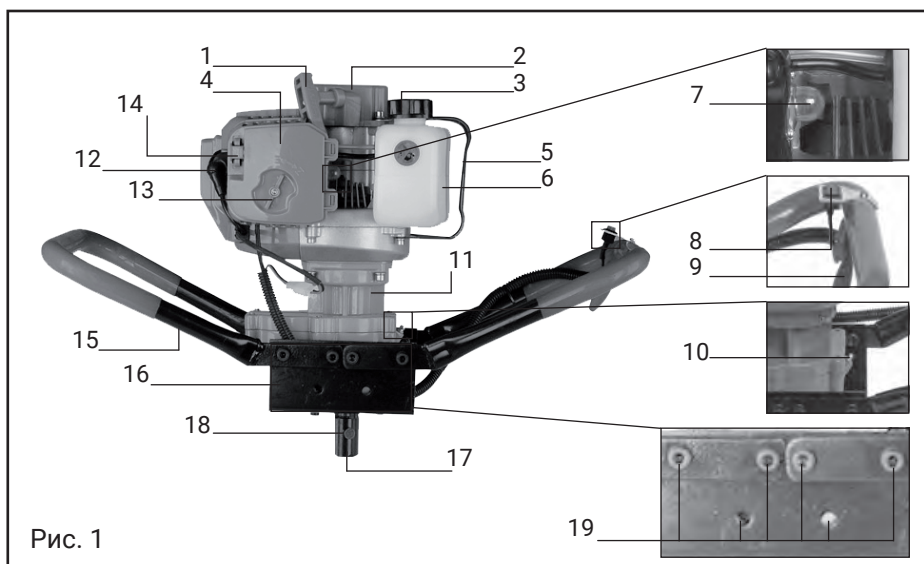
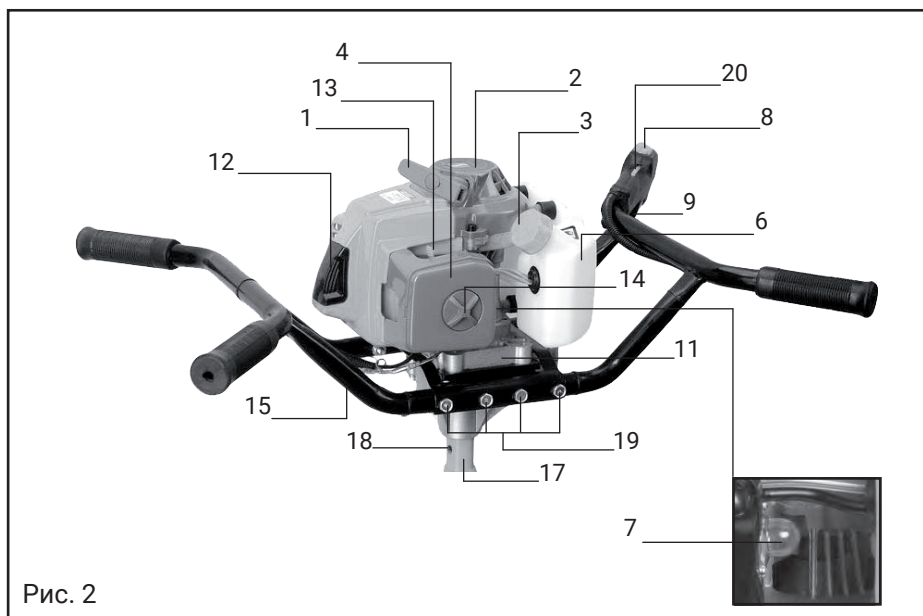
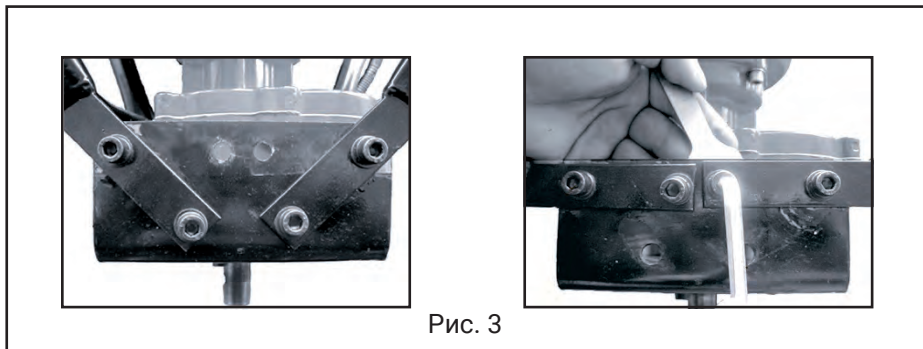
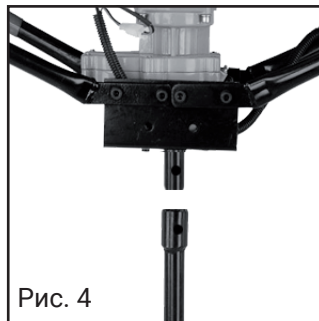

Рис. 1
Рис. 2
Рис. 3
Рис. 4
4.1 Основные функции и внешний вид моделей мотобуров представлены на рис. 1(EA-20/52), рис. 2(EA-20/63).
4.2 Мотобур снабжен 2-х тактным одноцилиндровым двигателем внутреннего сгорания, на котором расположены ручной возвратный стартер(поз. 2), карбюратор, воздушная заслонка с фильтром, бензобак(поз. 6), а также в нижней части закреплен металлический шестереночный редуктор(поз. 11) понижающий частоту вращения, что приводит к увеличению крутящего момента приводного вала(поз. 17) на выходе. К нижней части редуктора крепится основание(поз. 16) с монтажными отверстиями(поз. 19) для закрепления рукояток. Рабочая шнек-насадка или удлинитель крепится к приводному валу(поз. 17) и фиксируется стопорным пальцем и шплинтом (рис. 4).
6.2 Установите рукоятки как показано на рисунке(рис. 3) и зафиксируйте их к основанию(рис. 1 поз. 16) с помощью монтажных болтов идущих в комплекте с мотобуром. Рукоятки возможно установить в двух положениях горизонтально и под углом(модель: **EA-20/52**), для этого совместите монтажные отверстия на рукоятках с монтажными отверстиями(рис. 1, 2 поз. 19) на основании(рис. 1 поз. 16), установите болты в отверстия и зафиксируйте их с помощью монтажных гаек.
6.3 Установите необходимую шнек-насадку на приводной вал(рис. 1, 2 поз. 17) совместив монтажные отверстия (рис. 4) и зафиксируйте это положение стопорным пальцем со шплинтом;
7.1.2 Нажмите 5-7 раз на праймер(рис. 1, 2 поз. 7) для заполнения карбюратора топливной смесью;
7.1.4 Переведите кнопку включения зажигания(рис. 1, 2 поз. 8 ) в положение (вкл.);
7.1.5 Придерживая левой рукой мотобур, правой рукой потяните за ручку возвратного стартера(рис. 1, 2 поз. 1) до ощутимого сопротивления, затем резко дерните ручку стартера до момента первого запуска.
7.1.6 После запуска двигателя необходимо дать ему поработать в течении 10-40 сек., что бы он прогрелся, после чего перевести регулировку воздушной заслонки(рис. 1, 2 поз. 13) в положение(откр.) обороты двигателя при этом должны будут стабилизироваться;
7.2 Установите мотобур шнеком на место предполагаемого места бурения и зажмите рычаг дроссельной заслонки(рис. 1 поз. 9), (для модели: **EA-20/63** для нажатия на рычаг дроссельной заслонки сначала необходимо нажать кнопку защиты от непроизвольного пуска(рис. 2 поз. 20)), обороты увеличатся и сработает центробежное сцепление, шнек начнет вращаться. Скорость вращения шнека регулируется нажатием на рычаг дроссельной заслонки .
7.3 По окончанию работы для остановки двигателя отпустите рычаг дроссельной заслонки(рис. 1 поз. 9) и переведите кнопку включения зажигания(рис. 1, 2 поз. 8) в положение(выкл.), двигатель должен заглохнуть.
крышку(рис. 1, 2 поз. 4) открыв замок(рис. 1, 2 поз. 14) на корпусе воздушного фильтра и снять верхнюю крышку (рис. 1, 2 поз. 4).
- у модели **EA-20/53** замок открывается нажатием на защелки расположенные сверху и снизу замка(рис. 1, 2 поз. 14).
- у модели **EA-20/63** замок (рис. 1, 2 поз. 14) открывается поворотом по часовой стрелке.
Извлеките фильтрующий элемент и промойте его в мыльном растворе, удалите излишки влаги, высушите его, после чего промокните его в чистом моторном масле, удалите излишки масла и установите фильтрующий элемент обратно. Закройте крышку и зафиксируйте ее замком(рис. 1, 2 поз. 14) в обратной последовательности.
- отсоединить колпачок высоковольтного провода свечи зажигания(рис.1, 2 поз. 12);
- Установите обратно колпачок высоковольтного провода свечи зажигания(рис. 1, 2 поз. 12).
- для модели: **EA-20/53**. На боковой стороне редуктора имеется заправочный штуцер(рис. 1 поз. 10).